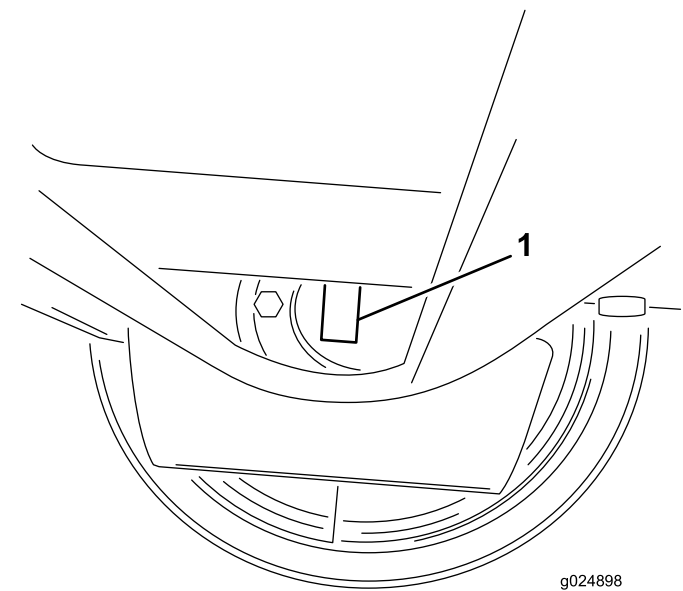

Figure 1
3. Examinez la plaque signalétique du moteur de roue (Figure 1). Vous pouvez la voir en passant sous la machine.